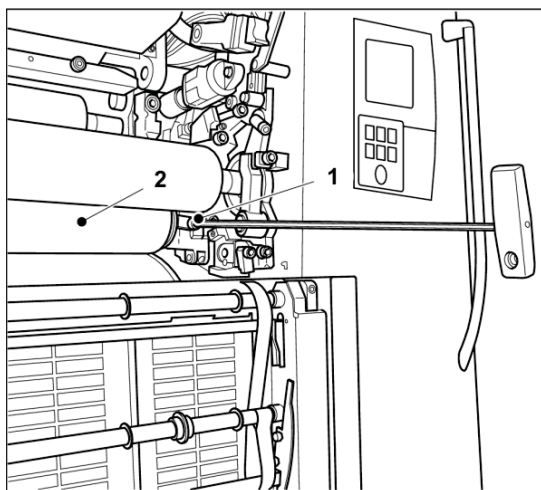

図 36 インキ着けローラ3の取り外し
両側でTレンチを六角形(図36/1)に差し込んで、ラッチを下向きにします。
2. インキ着けローラ(図36/2)を印刷ユニットから取り出します。